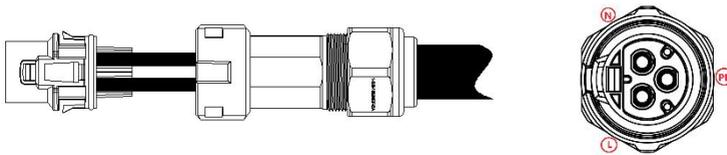

Abb. 5.8 Crimpkabelschuh
(1) Schließen Sie die drei Leiter des einphasigen öffentlichen Stromnetzes L, N und PE gemäß Tabelle 5-1 korrekt an den entsprechenden Anschlüssen an und vergewissern Sie sich, dass die Leiter nicht freiliegen und fest vercrimpt sind. Ziehen Sie abschließend die wasserdichte Kappe fest, wie in Abb. 5.8 gezeigt.